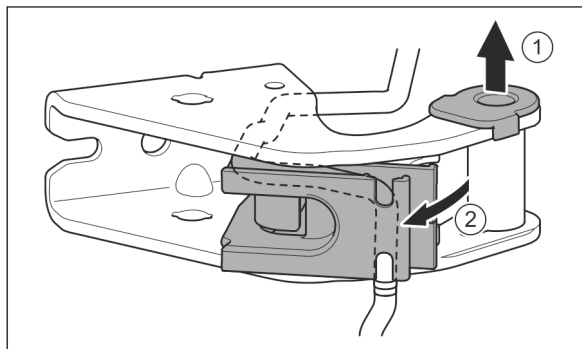

Fig. 24
- ▶ Extrageți cuzinetul din ghidaj. Fig. 24 (1)
- ▶ Rabatați suportul de cablu spre exterior. Fig. 24 (2)